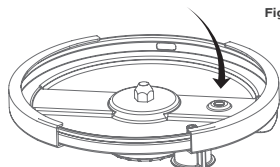

Fig.03
3. Verifique se a válvula de segurança está desobstruída, pressionando ligeiramente o êmbolo da válvula pelo interior da tampa com a ajuda de um objeto pontiagudo. **(Fig.03)**